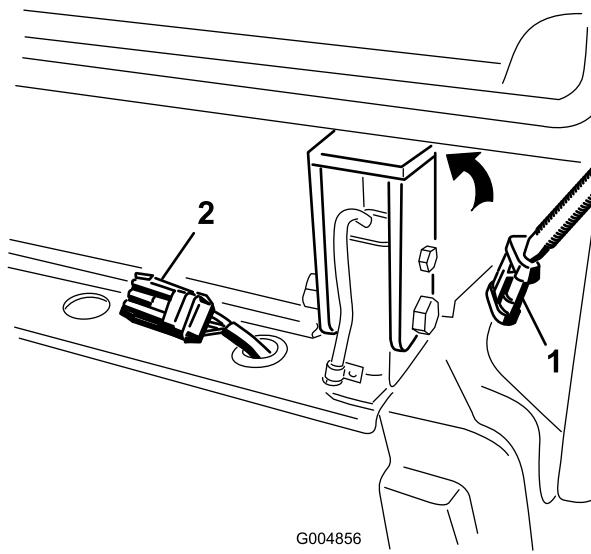

**Figure 35**
26. Branchez les flexibles de retour et de pression de la cabine aux raccords rapides du support de cadre arrière (Figure 35).